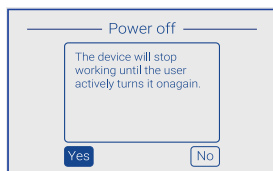

Figure 1
2. Une fois allumé, appuyez sur n'importe quel bouton pour garder l'écran complètement allumé, et après 60 secondes d'inactivité, l'écran s'éteindra. Si aucune opération n'est effectuée pendant 30 secondes, l'interface principale est automatiquement rétablie. Lorsque l'écran est éteint, appuyez sur n'importe quel bouton et l'écran sera entièrement éclairé. Appuyez longuement sur le bouton rotatif et maintenez-le enfoncé pendant 6 secondes, et une interface d'arrêt apparaîtra. Sélectionnez Oui pour entrer dans l'état d'arrêt. (Voir figure 1)